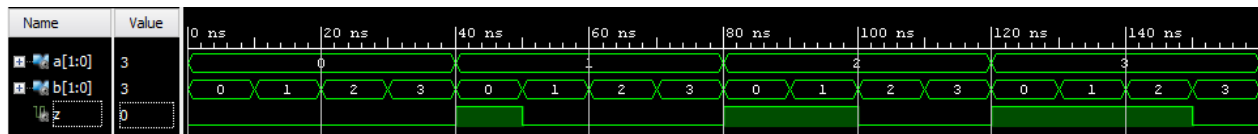

Figura 11. Resultados da simulação do circuito sintetizado no exercício 5 item c.
c) O resultado obtido pela simulação comportamental do *greater-than* de 2 bits está presente na Figura 11.